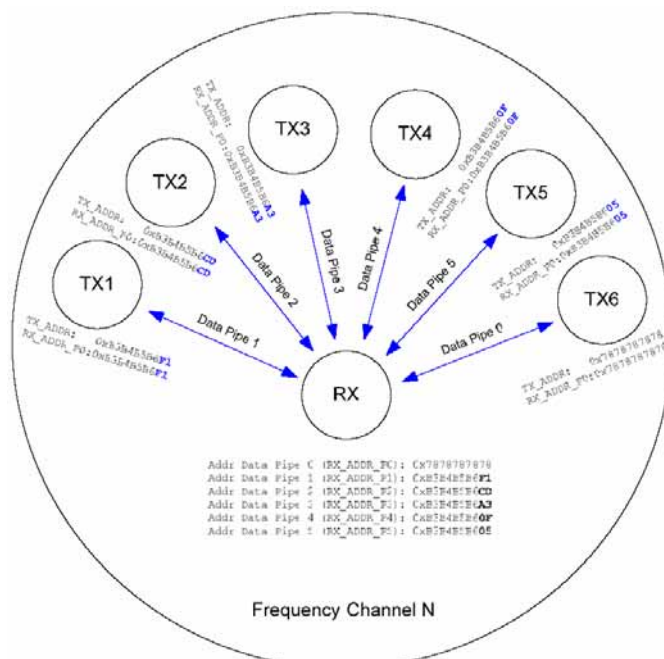

图 5、应答地址确定举例
nRF24L01 在确认收到数据后记录地址，并以此地址为目标地址发送应答信号。在发送端，数据通道 0 被用做接收应答信号，因此，数据通道 0 的接收地址要与发送端地址相等以确保接收到正确的应答信号。见图 5 选择地址举例。
- 2、当 MCU 有数据要发送时, 接收节点地址 (TX_ADDR) 和有效数据 (TX_PLD) 通过 SPI 接口写入 nRF24L01。发送数据的长度以字节计数从 MCU 写入 TX FIFO。当 CSN 为低时数据被不断的写入。发送端发送完数据后, 将通道 0 设置为接收模式来接收应答信号, 其接收地址 (RX_ADDR_P0) 与接收端地址 (TX_ADDR) 相同。例: 在图 5 中数据通道 5 的发送端 (TX5) 及接收端 (RX) 地址设置如下: